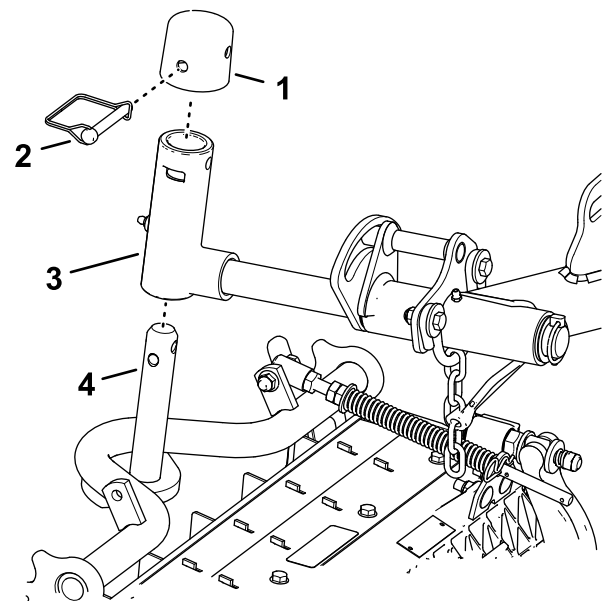

Figure 24
1. Glissez une unité de coupe sous le bras de levage (Figure 24).
Blocage du pivot des unités de coupe sur une pente – Bloquez le pivot des unités de coupe pour empêcher celles-ci de pivoter vers le bas quand vous tondez à flanc de pente. Utilisez le trou dans l'arbre de pivot du bras de levage (Figure 24) pour bloquer l'unité de coupe. Utilisez la fente pour une unité de coupe de direction.